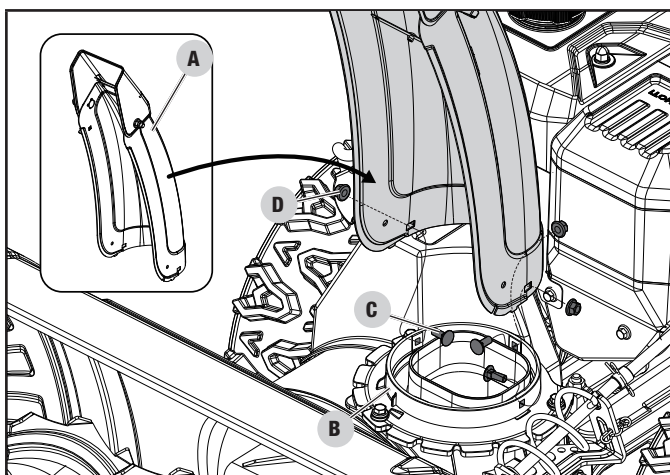

Figure 9
Retirez la goulotte (A) du film à bulles. Fixez la goulotte à l'engrenage de la goulotte (B). Fixez la goulotte à l'aide de trois (3) boulons à tête ronde (C) et de trois (3) écrous de blocage (D), comme indiqué (fig. 9). Serrez bien les boulons. Ne serrez pas de manière excessive.